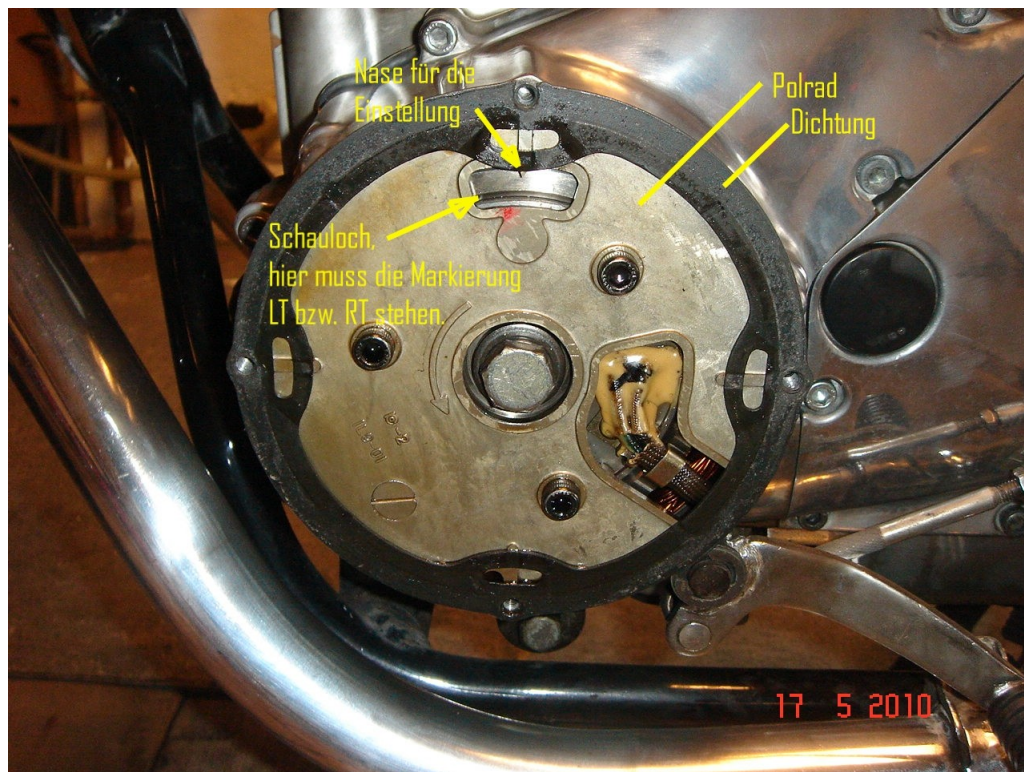

Abbildung 3: hinter dem Lichtmaschinen-Deckel
Das Ventilspiel wird am besten eingestellt, wenn der Motor am oberen Totpunkt (OT) steht. Am besten einen gekröpften 17er-Schlüssel auf die Mutter am Polrad stecken (Abbildung 3), mit der rechten Hand den Motor drehen, mit der linken Hand am Ventilkipphebel (Abbildung 4) fühlen, wann er sich von Hand bewegen lässt. Die OT-Markierung auf dem Polrad muss mit der Nase fluchten (Schauloch in Abbildung 3), dann kann man messen.